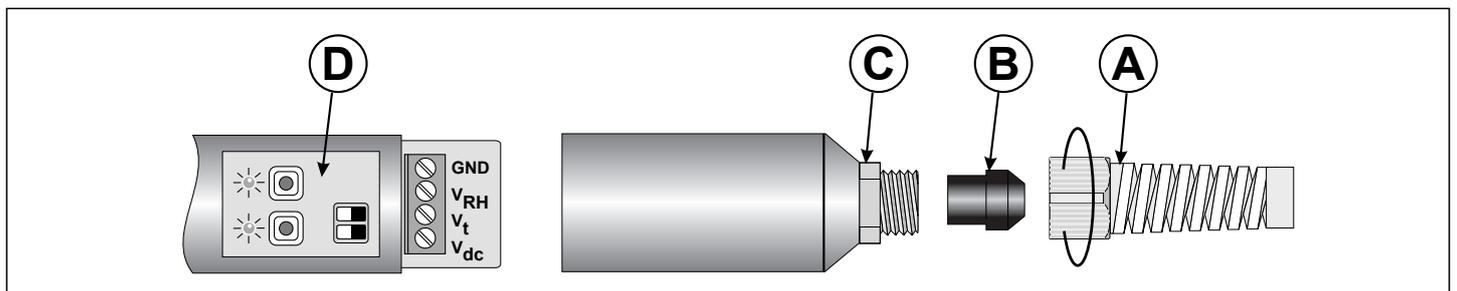

Fig. 3
Para acceder a la bornera del transmisor proceder del siguiente modo (ver la fig.3): Desatornillar el pasacable A, extraer la tapa de goma B y desatornillar el fondo C. Inserir el cable a través los tres elementos A, B y C y efectuar las conexiones a la bornera. Cerrar todo teniendo fijo el cable mientras se cierra el pasacable A para evitar torcerlo.
1. Para acceder a la bornera, desatornillar el pasacable A (ver la fig.3) teniendo quieto el cable para evitar que se enrosque. Tirar para atrás la tapa de goma y desatornillar el fondo del instrumento.